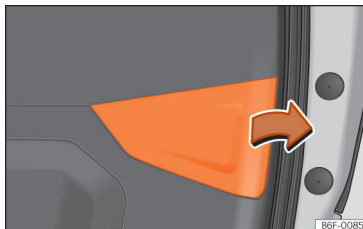

Fig. 173 Porta da bagageira aberta: retirar a tampa.
- Retirar a tampa da porta da bagageira no sentido da seta >>> Fig. 173.